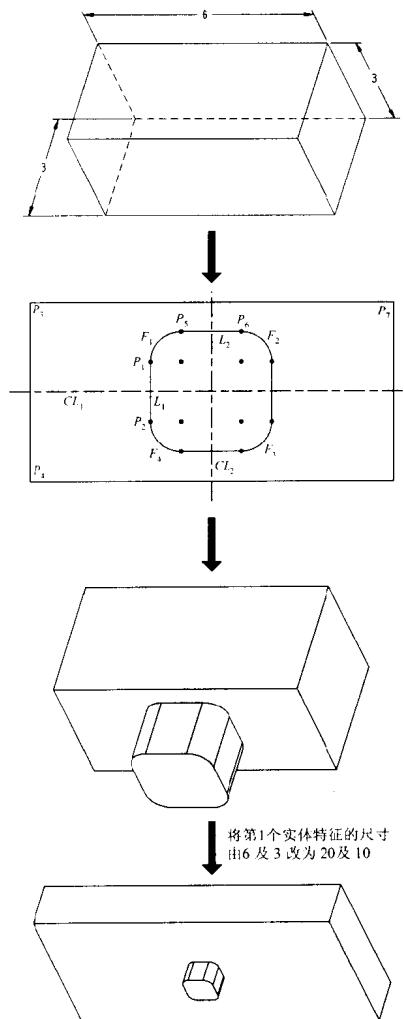

图1.4
- 约束对称 ■、等长/等径 ■、相切 ■ 等: 此为常用的约束, 例如在图 1.4 中, 给定下列的约束, 则将第 1 个实体特征的尺寸由 6 及 3 改为 20 及 10 时,